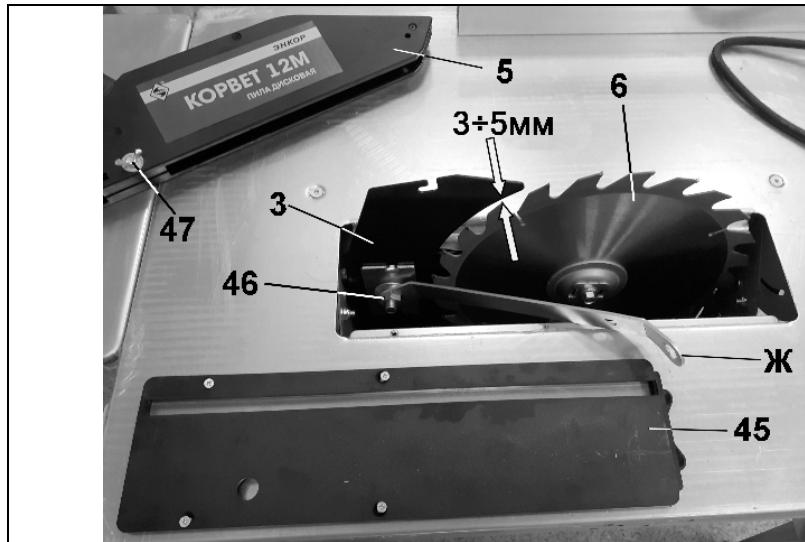

Рис. 8
14.2.1. Демонтируйте вставку рабочего стола (45), выкрутив винты крепления и сдвинув её в направлении расклинивателя (3), Рис.8.